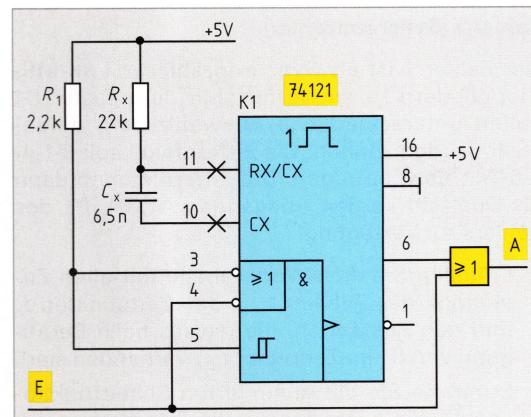

Bild 2: Verzögerungsschaltung
a) An den Eingang der Schaltung **Bild 2** gelangt ein Impuls mit der Dauer $\tau_e = 0,15 \text{ ms}$. Berechnen Sie die Dauer τ_a des Ausgangsimpulses und zeichnen Sie Eingangsimpuls und Ausgangsimpuls zeitgleich untereinander. Hinweis: Das monostabile Kippglied wird mit der abfallenden Flanke getriggert. b) Welche Dauer hat ein Ausgangsimpuls bei einem Eingangsimpuls von $0,05 \text{ ms}$ Dauer? Zeichnen Sie auch für diesen Fall die Eingangsimpulse und Ausgangsimpulse zeitgleich untereinander. c) Welche Funktion erfüllt die Schaltung **Bild 2**? d) Geben Sie eine Schaltung mit dem monostabilen Kippglied 74121 an, welche die ansteigende Flanke eines Impulses um $50 \mu\text{s}$ verzögert ($C_x = 2,2 \text{ nF}$). Berechnen Sie den Wert von R_x . Zeichnen Sie für einen Eingangsimpuls mit der Dauer $80 \mu\text{s}$ den Eingangsimpuls und den Ausgangsimpuls zeitgleich untereinander. Hinweise: Verknüpfen Sie Eingang und Ausgang über ein UND-Element. Benutzen Sie dazu auch die Anschlüsse 5 und 1.